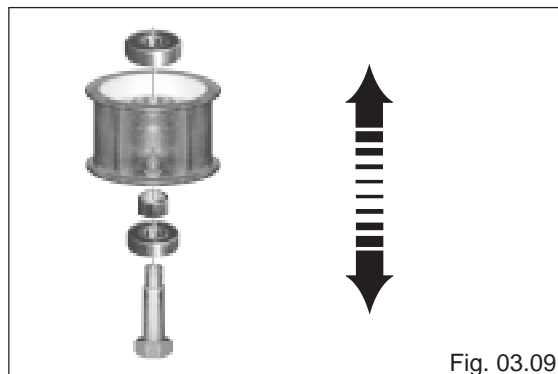

Fig. 03.05
**Rimuovere i componenti interni alla puleggia, rispettando la sequenza indicata in fig. 03.05**
Remove the components inside the pulley, while respecting the sequence indicated on fig. 03.05
Enlever les composants à l'intérieur de la poulie, en respectant la séquence indiquée à la fig. 03.05
Die Teile auf der Innenseite der Riemenscheibe entfernen, beachten Sie dabei die Angaben der Abb. 03.05